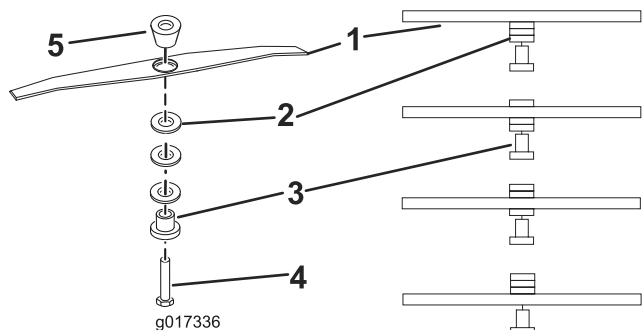

图13
- 将隔片重新放到合适的高度，然后重新安装切割器（图13）。